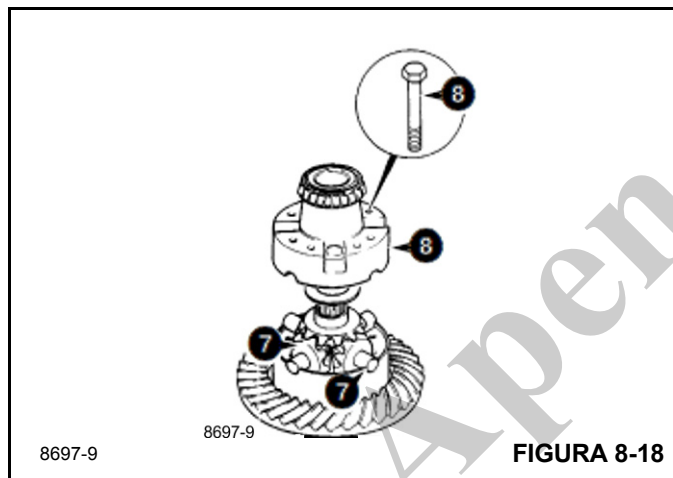

FIGURA 8-18
- Monte as engrenagens do diferencial e suas arruelas esféricas na metade inferior da carcaça (Figura 8-18). Instale os cones do rolamento do diferencial.